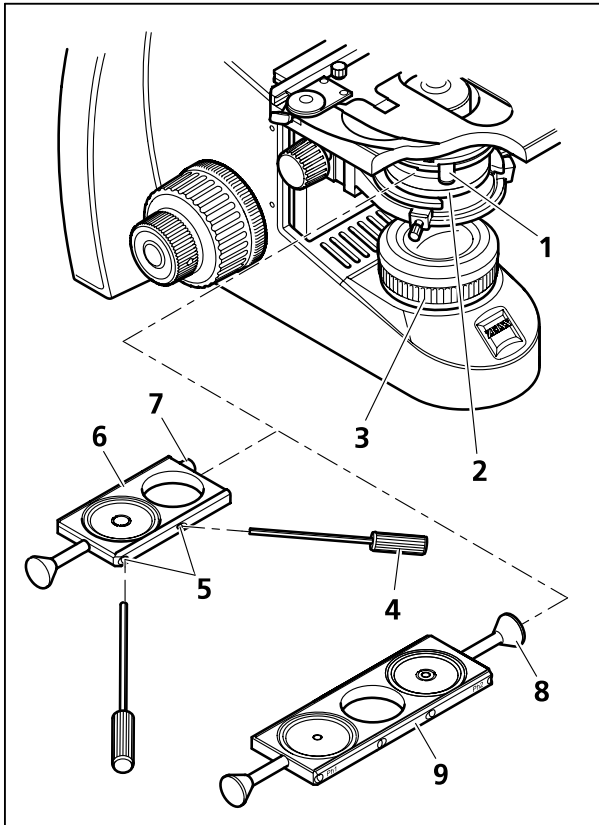
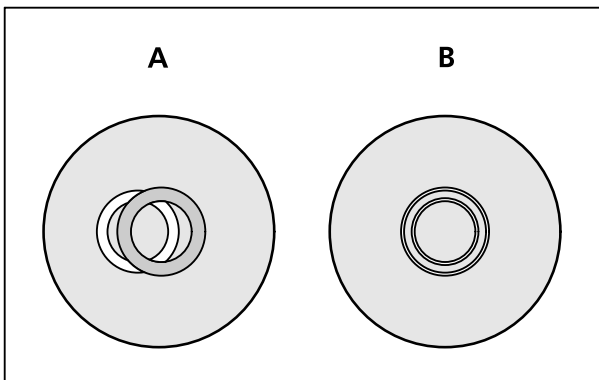

Bild 22 Schieber einsetzen
Bild 23 Ringblende zentrieren
- Leuchtfeldblende (Bild 22/3) am Stativ und Aperturblende über Hebel (Bild 22/1) am Abbe-Kondensor (Bild 22/2) öffnen.
- Zum verwendeten Objektiv passenden Schieber mit einer (Bild 22/6) oder zwei (Bild 22/9) Phasenkontrastpositionen (Ph) montieren.
- Schieber Ph 1, Ph 2 oder Ph 3 (Bild 22/6): Schraube (Bild 22/7) herausschrauben. Schieber von links in den Abbe-Kondensor einschieben und Schraube (Bild 22/7) wieder einschrauben.
- Schieber Ph 1 / H / Ph 2 (Bild 22/9): Griff (Bild 22/8) an der rechten Seite herausschrauben. Schieber (Bild 22/9) von links in den Abbe-Kondensor einschieben (die Beschriftungen Ph 1 und Ph 2 sind von vorn aufrecht und seitenrichtig lesbar). Griff wieder einschrauben.
- Ringblenden-Zentrierung entsprechend der Darstellung im Bild 23 kontrollieren. Dazu ein Okular herausnehmen und durch den Diopter ersetzen.
- Wenn notwendig, Zentrierung der Ringblende (Bild 23/A) über die beiden Justierschrauben des Schiebers (Bild 22/5) mit den beiden Innensechskantschlüsseln SW 1,5 (Bild 22/4) vornehmen, bis die Darstellung dem (Bild 23/B) entspricht.